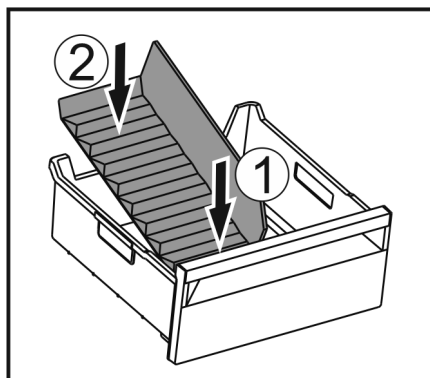

Fig. 68
- ▶ Установите переднюю часть разделителя отделения для льда. Fig. 68 (1)
- ▶ Опустите заднюю часть разделителя отделения для льда на дно выдвижного ящика. Fig. 68 (2)